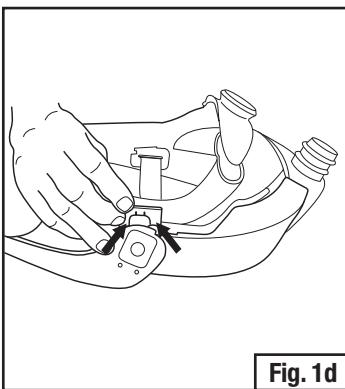

Fig. 1d
- Con la protección de la cabeza hacia abajo y el marco de la visera hacia arriba (abierto), tira de los ganchos metálicos hacia el interior del casco hasta que toquen la placa posterior. Tira para quitar. Utiliza una herramienta cuidadosamente, si es necesario (por ejemplo, un destornillador manual de hoja plana). Retira el marco de la visera de la protección de la cabeza serie M (Fig. 1d).